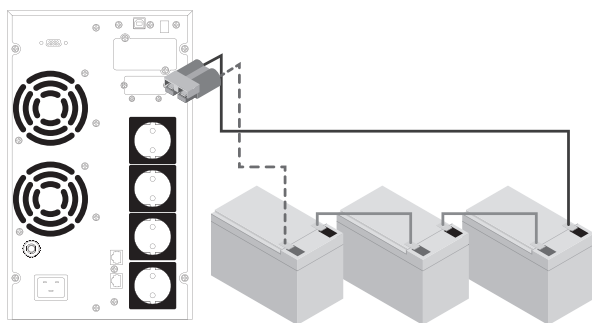

Рисунок 6.
3. Перед подключением АКБ к ИБП убедитесь, что ИБП не подключен к сети электропитания. Подключите штекер кабеля АКБ в соответствующий разъем ИБП как показано на рис. 6. Расположение разъема для подключения АКБ указано в разделе 4.4 «Внешний вид ИБП», рисунки 2-3.